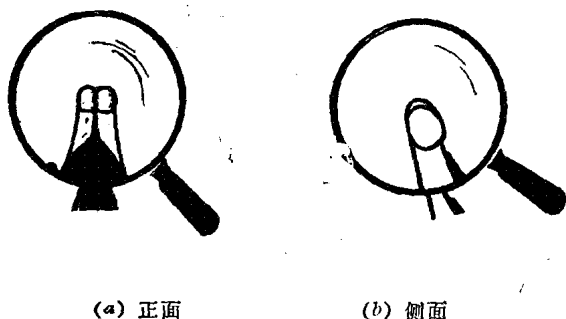
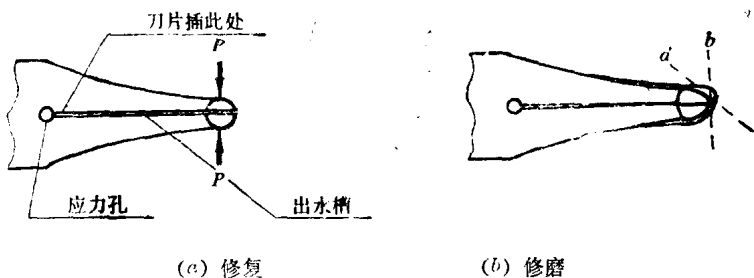

图 2-8 铱粒形状
图 2-10
笔头的前端被一出水槽缝中平分,有一定的弹力和张力。出水槽始端有一应力孔,如图2-10,顶端为一颗铱粒。铱粒由两片组成,从正面看去,为一倒圆角的矩形,如图2-8(a)所示。侧面看去,为一蛋形,如图2-8(b)所示。
(1) 一枚笔尖使用日久后，由于书写时的交变挤压，会使其磨损加快，张力减小，笔迹变粗，以至难以做锋。此时可参看图2-10(a)，用以下方法进行调整修复。
(2) 当经长期书写，铱粒被磨偏而影响笔迹均匀一致时，可参看图2-10(b)，用以下方法进行修磨。